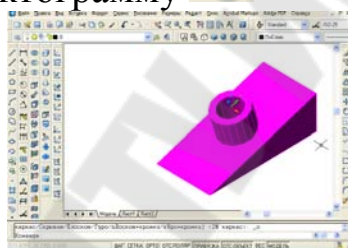

Рис. 9.9. – Раскрашивание по Гуро с кромками
2) Закрасить полученный ГО (рис. 9.9):